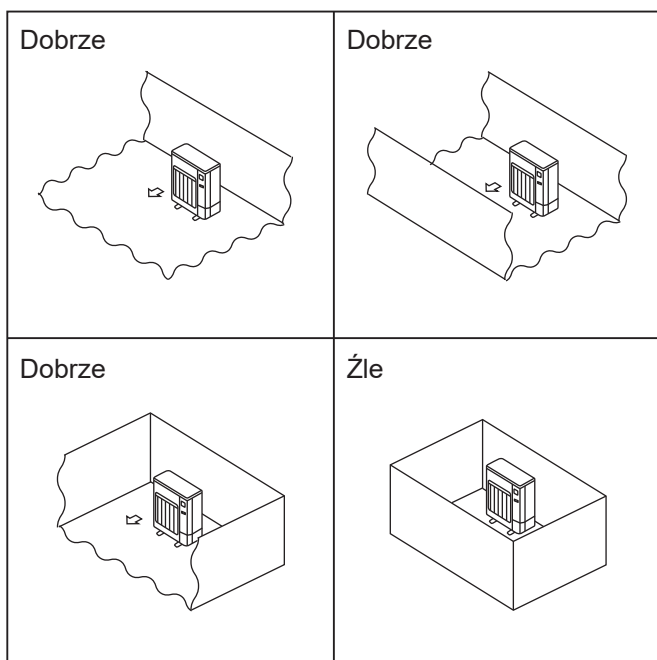

Fig. 2-2
- Ⓢ Jednostki zewnętrzne należy instalować w miejscach, które są otwarte z co najmniej jednej z czterech stron i oferują dostatecznie dużą powierzchnię bez zagłębień. (Fig. 2-2).